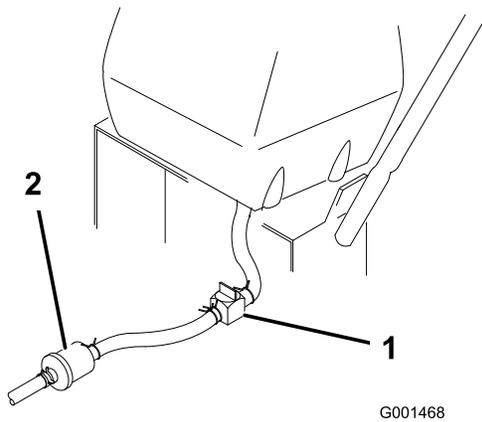

Figure 31
2. Fermez le robinet d'arrivée de carburant sur le réservoir de carburant (Figure 31).
3. Pincez les extrémités du collier de fixation et poussez le collier en haut de la conduite d'alimentation, à l'opposé du filtre à carburant (Figure 31).
4. Débranchez la conduite d'alimentation du filtre à carburant (Figure 31). Ouvrez le robinet d'arrivée de carburant et laissez l'essence s'écouler dans un bidon ou un bac de vidange.
3. Fermez le robinet d'arrivée de carburant sur le réservoir de carburant (Figure 31).
7. Ouvrez le robinet d'arrivée de carburant sur le réservoir de carburant (Figure 31).